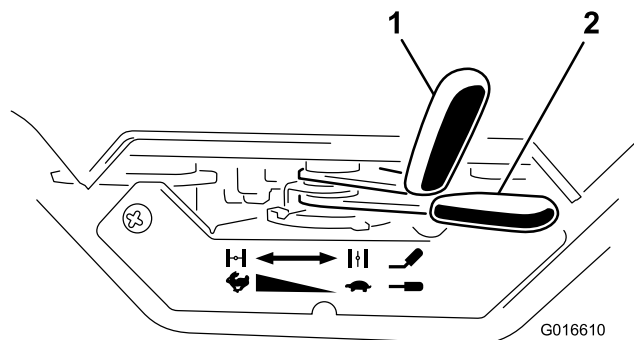

Figura 12
1. Mueva la palanca del estérter a la posición de Abierto (Figura 12).
2. Mueva la palanca del acelerador un tercio del recorrido a la posición de Rápido (Figura 12).